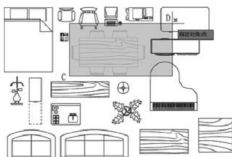

图 1.28 从左向右选为窗选
- (2) 启动【删除】命令, 查看命令行。
- (3) 在**选择对象:**提示下, 从左下 C 点至右上 D 点拖动窗口, 如图 1.28 所示。“餐桌”含在窗口内, 将会被选中, “钢琴”和“沙发”等与窗口相交, 则不会被选中, 按 Enter 键后“餐桌”即被删除。
- (4) 按 Ctrl+Z 组合键执行【放弃】命令。